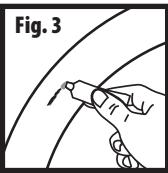

Fig. 3
- 4 Sulla superficie pulita e grattata, applicare un sottilissimo e uniforme strato di mastice (1-2 gocce) stendendolo con una spatolina su un'area leggermente più grande della pezza da applicare (Fig.3).
- 4 Apply a very thin coat of cement to buffed area and let dry thoroughly (Fig.3) and stretch it with a putty knife on a bigger surface of the patch to attach.
- 4 Aplicar una capa muy fina de pegamento al área lijada y dejar secar completamente. (Fig.3)